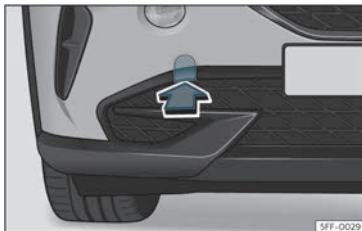

Fig. 43 No lado direito do para-choques dianteiro: retirar a tampa.
O alojamento para a argola de reboque enroscável encontra-se na parte direita do para-choques dianteiro, atrás de uma tampa >>> **Fig. 43**.
- Retire a tampa fazendo pressão na zona inferior da mesma e deixe-a pendurada no veículo >>> **Fig. 43**.